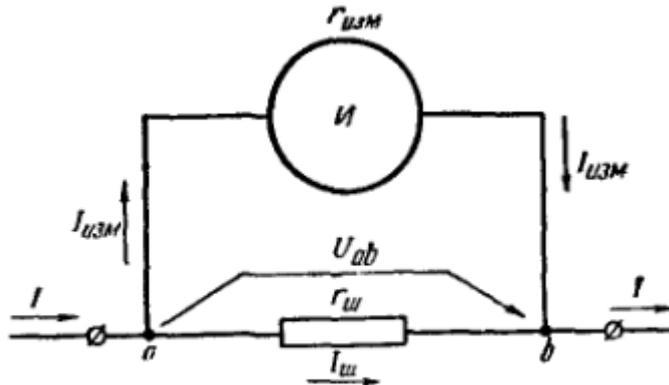

Рис. 55
7. Определить сопротивление шунта для магнитоэлектрического измерительного механизма, номинальный ток которого  $I_{измном} = 5 \text{ мА}$  и сопротивление  $r_{изм} = 20 \text{ Ом}$ , если шунтирующий множитель  $p = 6$  (рис. 55).
Амперметр магнитоэлектрической системы представляет собой сочетание измерительного механизма этой системы и шунта, который служит для расширения предела измерения тока ( $10 \div 100 \text{ мА}$ ). Шунт включается в цепь измеряемого тока, а параллельно шунту присоединяется измерительный механизм (рис. 55). На основании закона Ома напряжение между точками а и б можно выразить через данные ветви измерительного механизма: